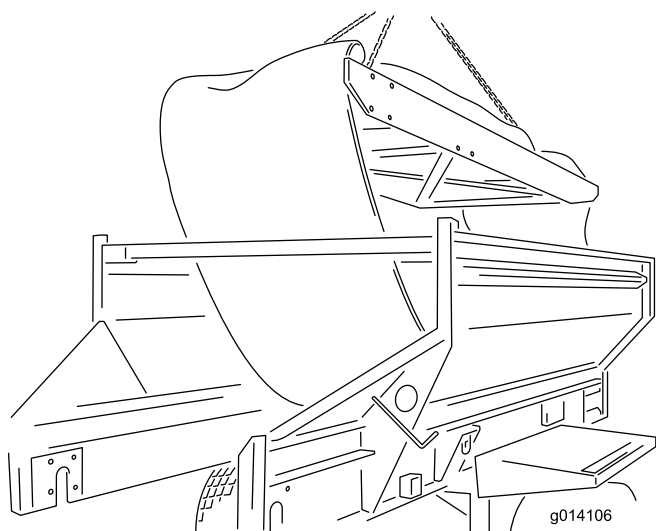

Figura 49
24. Retire el casete izándolo desde la parte superior de la máquina. Colóquelo sobre el suelo (Figura 49).